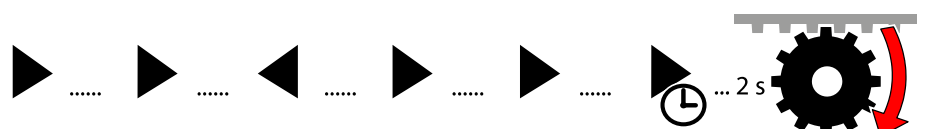

Abb. 104: Endlageneinstellung – Löschen der rechten Endlage
- ➔ Fahren Sie an die rechte Endlage und löschen Sie beide Endlagenpositionen mit folgender Tastenkombination (siehe Abb. 104).